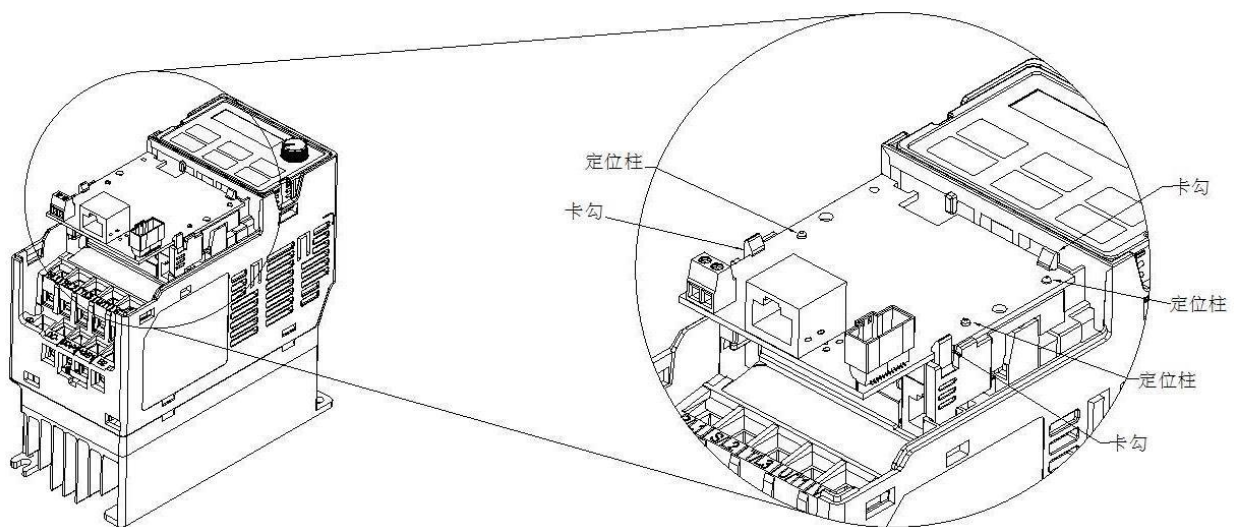

图 8-2
4. 将配件卡上三个圆孔对准定位柱后，下压让三个卡勾卡住配件卡。如图 8-2 所示。